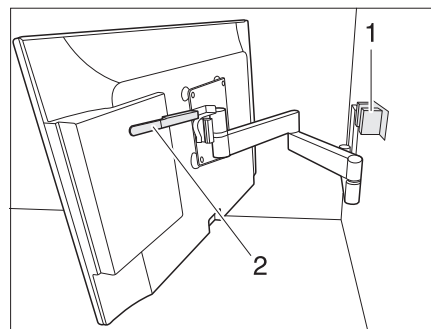

Bild 8 Fäste med ledad arm
- Sväng tillbaka den platta bildskärmen till utgångsläget och lås i läget (Bild 8, 1).